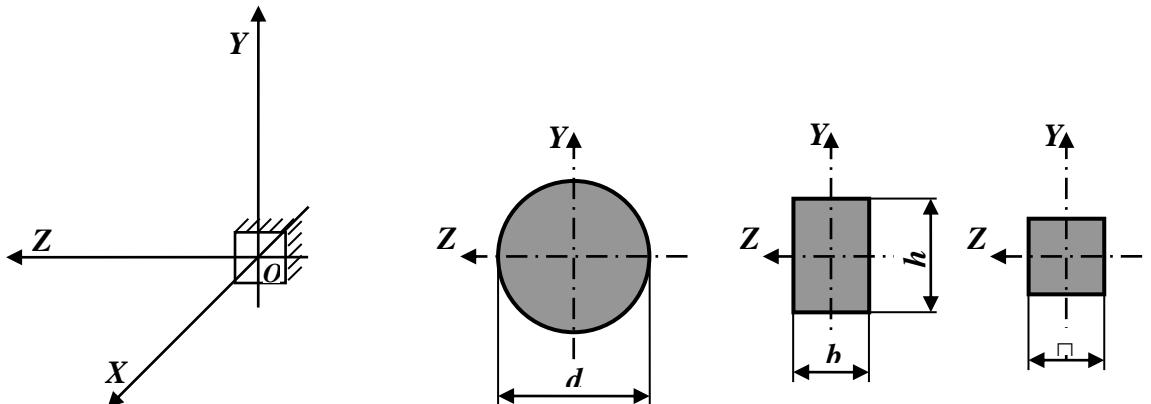

Рисунок 1.1.2 – Система координат и поперечные сечения участков стержня
Участок ***OA*** имеет круглое поперечное сечение диаметром  $d$ , участок ***AB*** – прямоугольное сечение  $b \times h$  ( $h = 2b$ ), участок ***BC*** – квадратное сечение со стороной  $a$  (рисунок 1.1.2).
- 2) Определить перемещение сечения ***C*** в направлении оси  $z$  (рисунок 1.1.2).